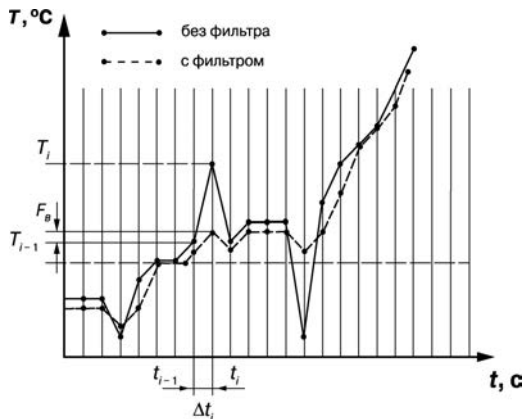

Рисунок 3.4
3.2.2.4.2 Полоса цифрового фильтра позволяет защитить измерительный тракт от единичных помех и задается в единицах измеряемой величины. Если измеренное значение T_i отличается от предыдущего T_{i-1} на величину, большую, чем значение параметра Fb , то прибор присваивает ему значение равное $(T_{i-1} + Fb)$, а полоса фильтра удваивается (рисунок 3.4). Таким образом, характеристика сглаживается.